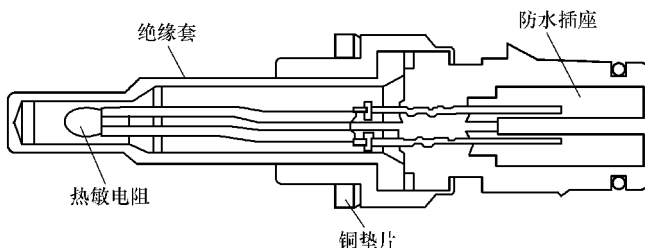

图 5-42 进气温度传感器的结构
(1) 结构 进气温度传感器主要由热敏电阻、绝缘套、防水插座等组成，如图 5-42 所示。